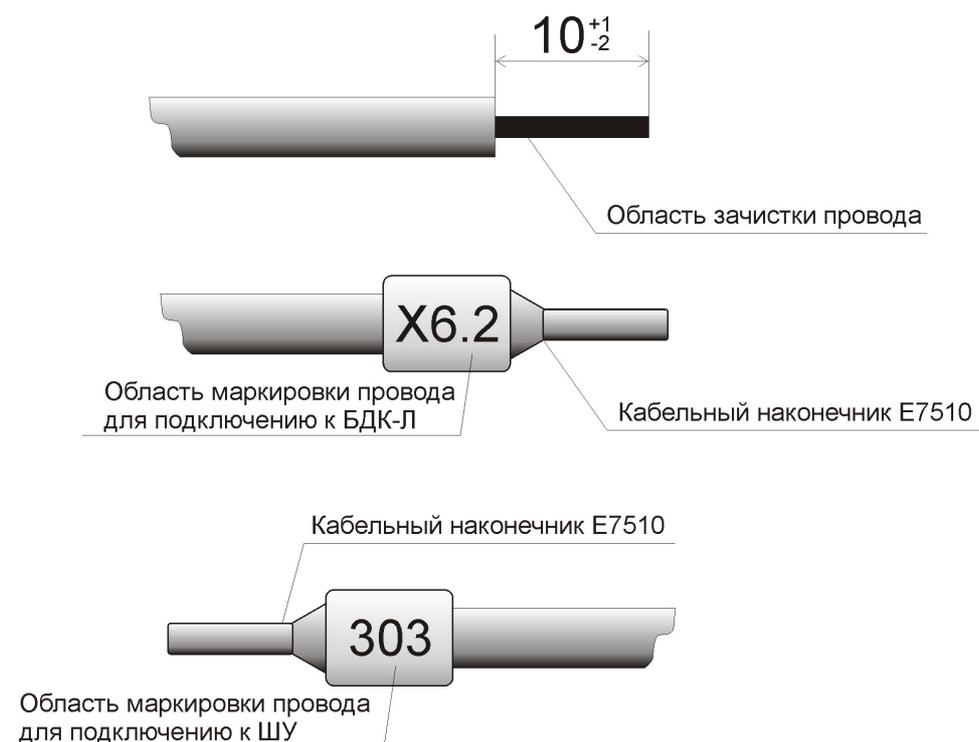

Рисунок 10 – Зачистка проводов, установка кабельного наконечника и маркировка проводов
3) Используя кримпер для зачистки проводов зачистить каждый провод с двух сторон на длину (8 -11) мм (рисунок 10).